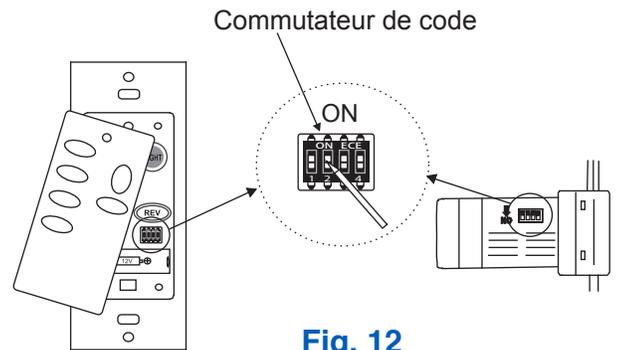

Fig. 12
**REMARQUE :** Les fréquences de votre récepteur et de l'émetteur mural ont été pré-réglées en usine. Avant d'installer le récepteur, assurez-vous que les commutateurs DIP du récepteur et de l'émetteur mural sont réglés à la même fréquence. (Fig. 12)